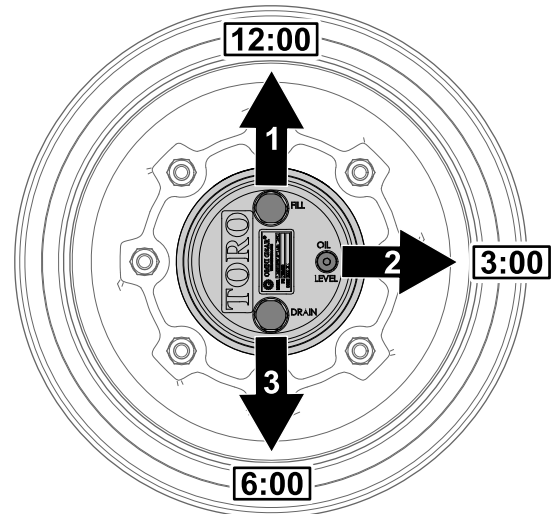

图 65
1. 将机器停放在水平地面上将车轮放置为加油塞在 12 点钟位置检查塞在 3 点钟位置排油塞在 6 点钟位置图 65。
2. 取出 3 点钟位置的检查塞图 65。油位应位于检查塞孔的底部。
1. 将机器停放在水平地面上将车轮放置为加油塞在 12 点钟位置检查塞在 3 点钟位置排油塞在 6 点钟位置请参阅 检查行星齿轮传动润滑油 \(页码 51\) 中的图 65。